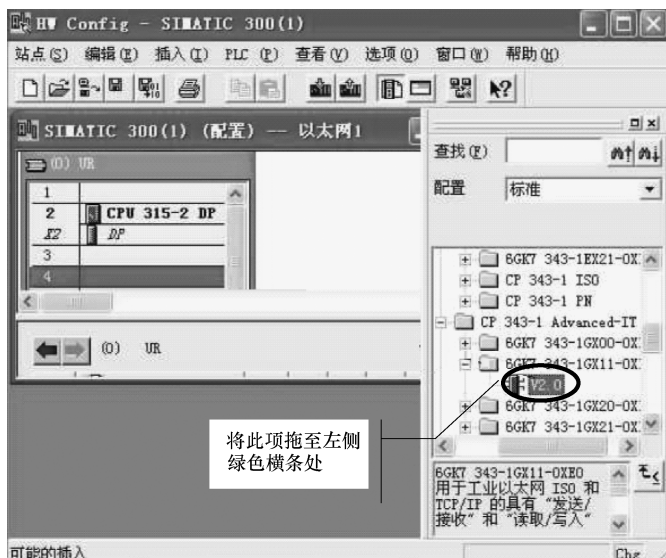
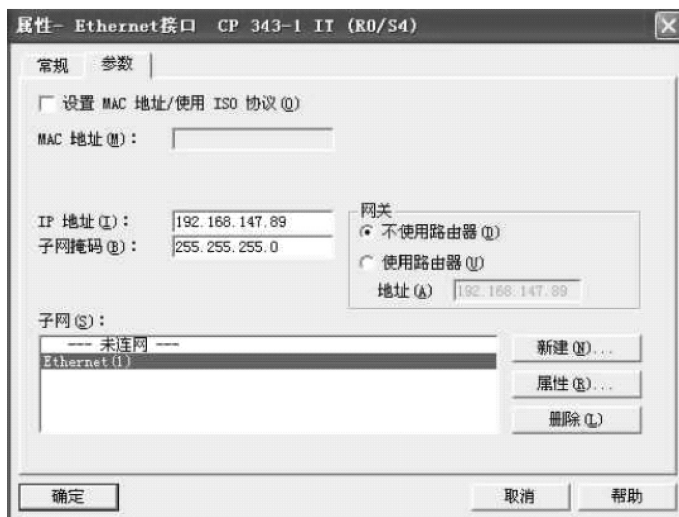

图 7-54 组态以太网模块硬件
图 7-55 组态以太网模块参数
2) 在硬件组态界面，在硬件目录把“CP343-1 IT”拖曳到机架的槽 4 中，如图 7-54 所示，在出现的画面（见图 7-55）中，组态 CP343-1 IT 的参数，这样就把服务器的以太网组态完毕了。